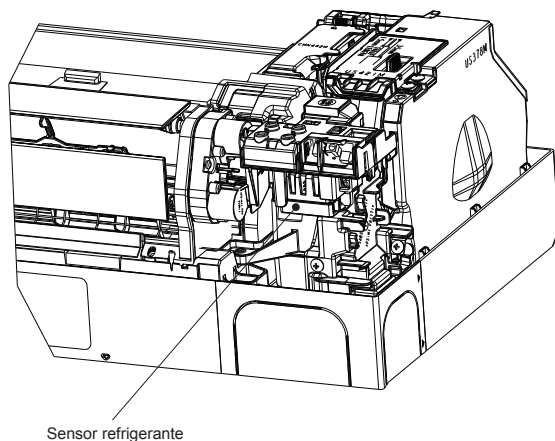

Fig. 5
- 6) Cierre DISP_GAS HOLDER. (Fig. 5)